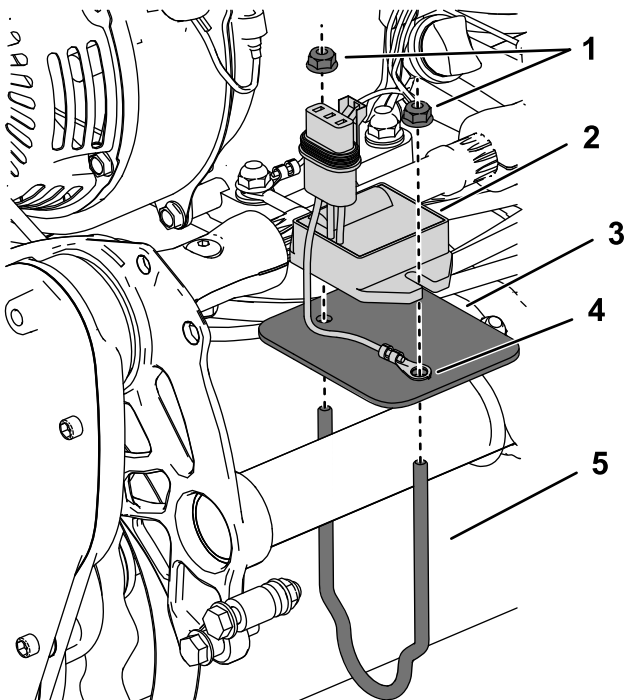

図 1
1. 図 1 のように、マウント、取り付けプレート、レギュレータを、後チューブフレームに取り付けるフランジナット 2 個を使用する。
**重要**レギュレータのコネクタから来ているリング端子を、レギュレータと取り付けプレートの間に取り付けてください 図 1。